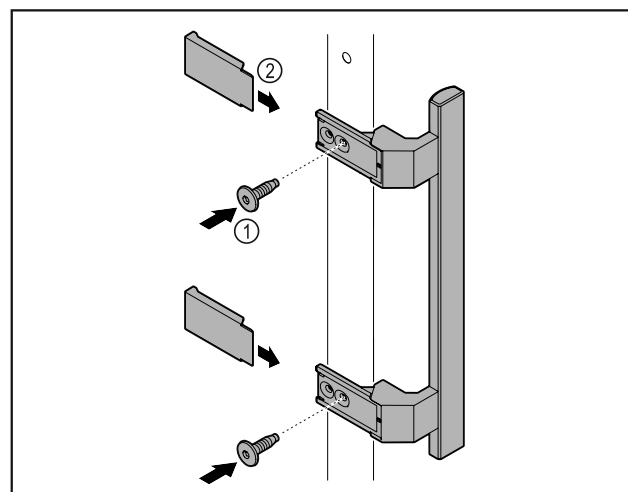

Fig. 2
- Meegeleverde greep met de meegeleverde schroeven Fig. 2 (1) op de deur aanbrengen.
- Afdekplaatje Fig. 2 (2) plaatsen.